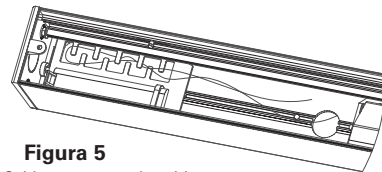

Figura 5
- El largo sobrante del cable se puede mantener en su lugar en la trampa de cables (Ver la figura 5).
- Si la luminaria se montará en la pared, primero afloje los tornillos de fijación que se encuentran en la parte trasera del alojamiento pivote. Luego quite el broche de bloqueo deslizándolo hasta el extremo del alojamiento pivote (Ver la figura 5). Gire el alojamiento pivote 90 grados y luego vuelva a colocar el broche de bloqueo. Ajuste los tornillos de fijación.